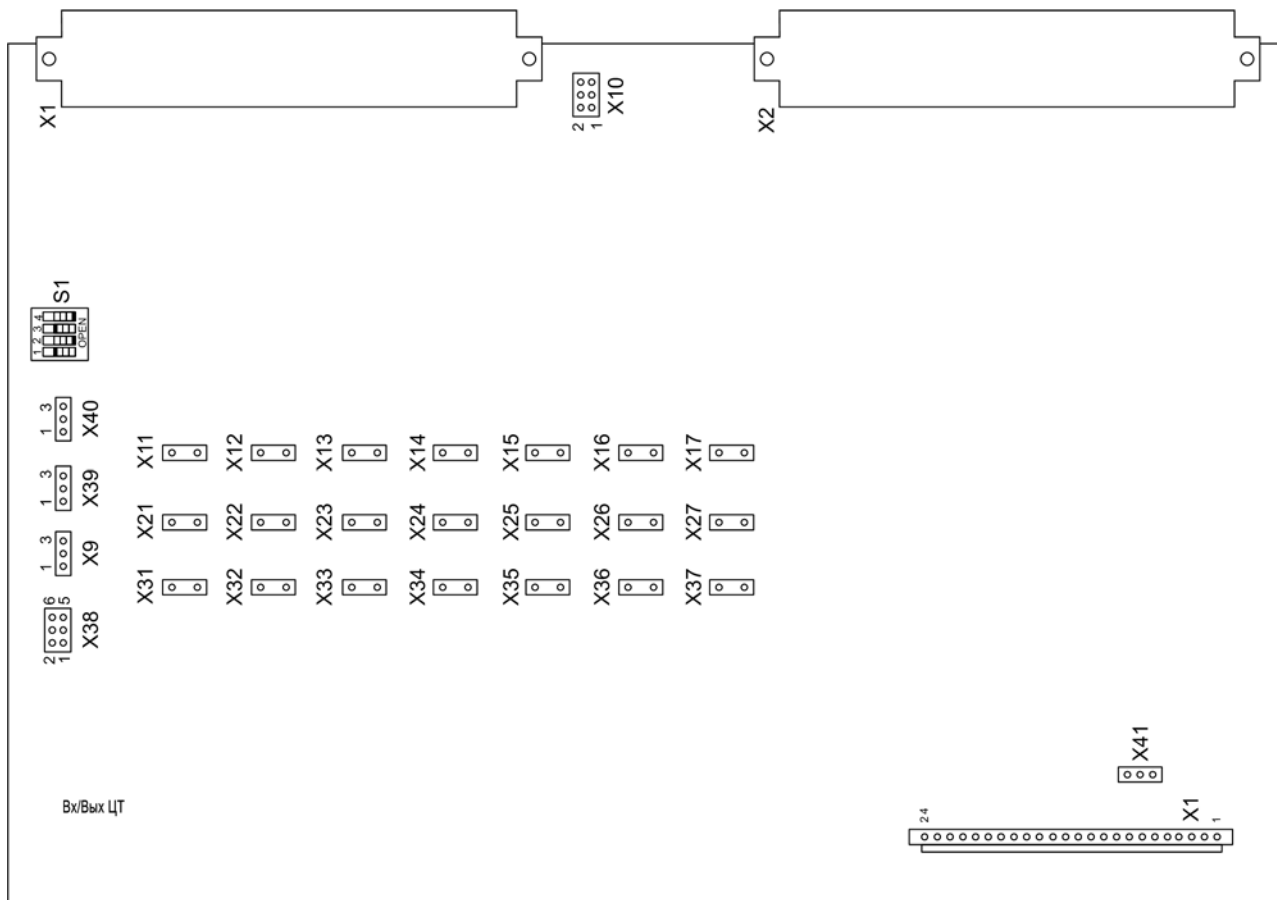

рис. 3-1 Расположение перемычек модуля EAZ (центральный терминал)
- Измените по желанию номинальное напряжение срабатывания дискретных входов модуля EAZ путем изменения положения перемычек (рис. 3-1, стр. 38, Таблица 3-1, стр. 38).